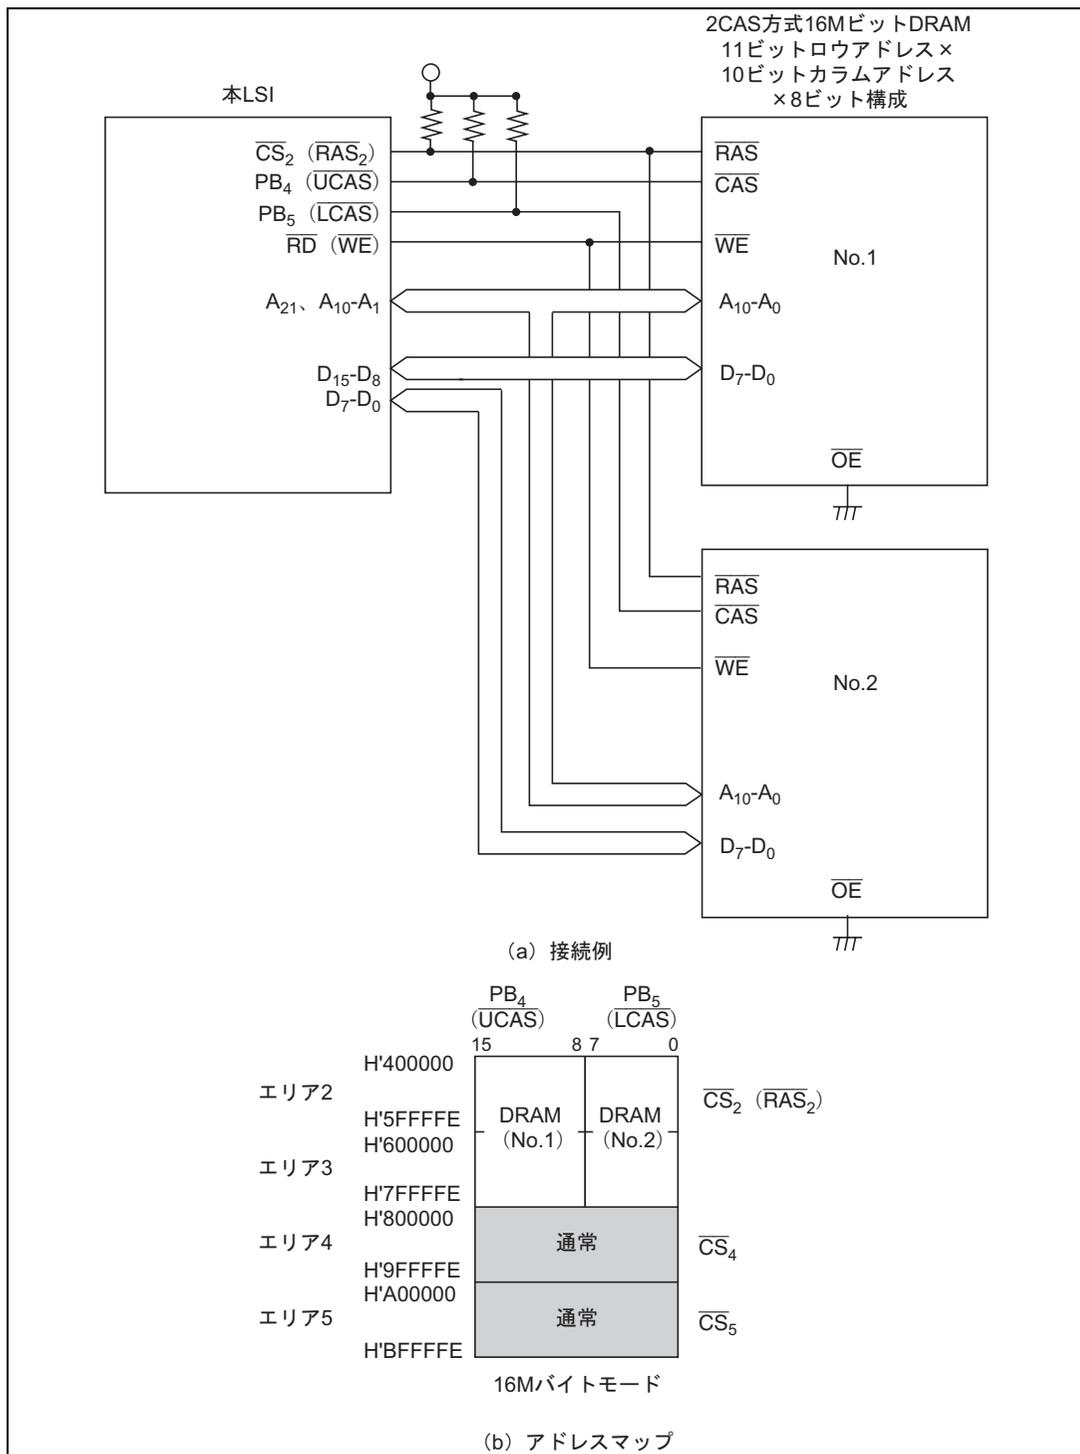

図 6.32 ×8 ビット構成の 16M ビット DRAM の接続例とアドレスマップ
- (2) 図6.32に×8ビット構成の16MビットDRAMを2個使用する場合の接続例とそのアドレスマップを示します。本例では11ビットロウアドレス×10ビットコラムアドレスのタイプのものを使用しています。 \overline{CS}_2 端子をエリア2およびエリア3に共通の \overline{RAS} 出力端子として使用しています。本例のようにDRAMのアドレス空間が複数エリアにまたがって連続する場合、DRAS2～0の設定により、1本の \overline{CS} 端子が複数エリアに共通の \overline{RAS} 出力端子として使用でき、アドレス空間が最大4エリアにまたがる大容量DRAMを直接接続することができます。この場合不要となる \overline{CS} 端子（本例では \overline{CS}_3 端子）は入出力ポートとして使用することができます。